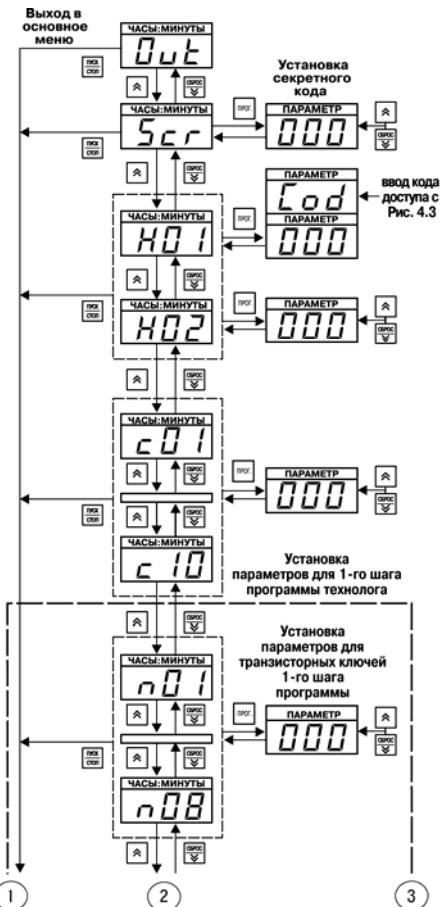

Рис. 4.4. Схема, поясняющая
L2 необходимо нажать кнопку **ПУСК/СТОП** (см. рис. 4.4), после чего прибор перейдет в состояние «**Меню**» основного меню.
4.2.4.1. На рис. 4.4 изображена схема, поясняющая программирование на уровне L1, где задаются значения параметров программ управления (программ технолога). На индикаторе «ЧАСЫ:МИНУТЫ» отображаются имена параметров программ управления, на индикаторе «ПАРАМЕТР» – значения параметров (см. Приложение Д).
Примечание. Все параметры, изображенные на рис. 4.4, кроме двух самых верхних и двух самых нижних прямоугольников, принадлежат только одной программе управления (программе технолога).
Продолжение рис. 4.4